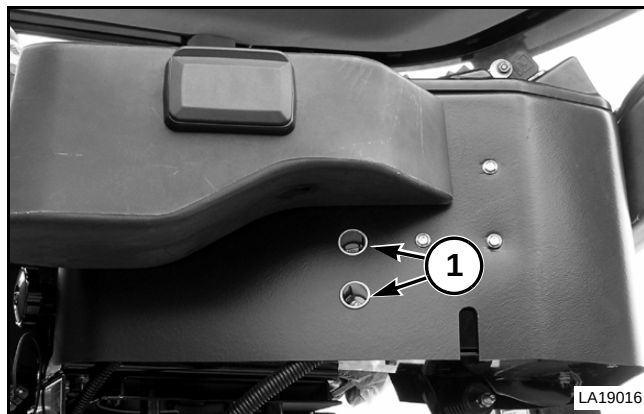

FIG. 21
FIG. 21: Hay dos tomas de corriente de 12 voltios (1) disponibles en el lado derecho de la consola de control. Las tomas tienen una conexión directa a la batería con un fusible independiente de 20 amperios para cada una.